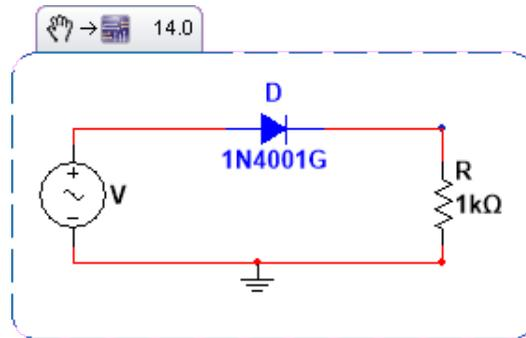
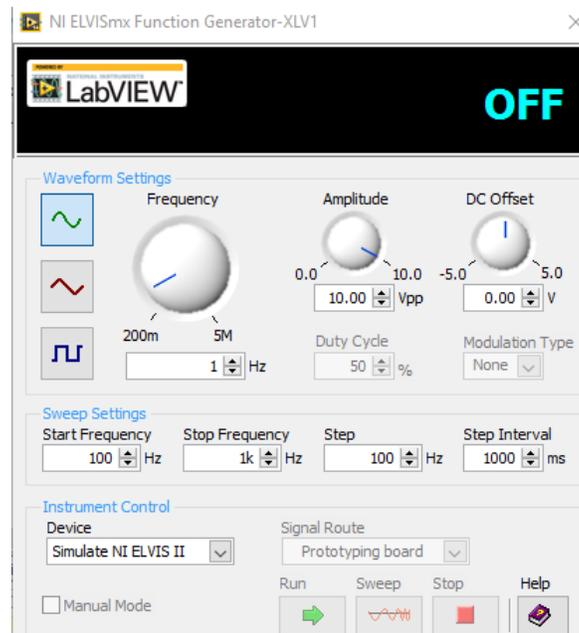

Figura 1: Circuito rectificador de media onda
Figura 2: Señal de entrada para el circuito rectificador de media onda
1. Determine analíticamente la onda rectificada para el circuito 1. Donde la señal de entrada está dada en la figura 2. Es decir, se trata de una señal senoidal con una amplitud de 10 Vpp y una frecuencia de 1 Hz .
2. Arme el circuito de la figura 1. El generador de funciones provee una señal senoidal de 10 Vpp y 1 Hz como se muestra en la figura 2.